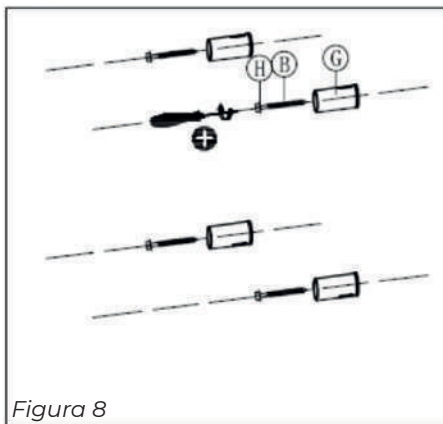

Figura 8
**7.** Atornille los cuatro soportes exteriores de la pared con tornillos autorroscantes (Figura 8, pos. B) y anillos de separación (Figura 8, pos. H) en los cuatro tacos